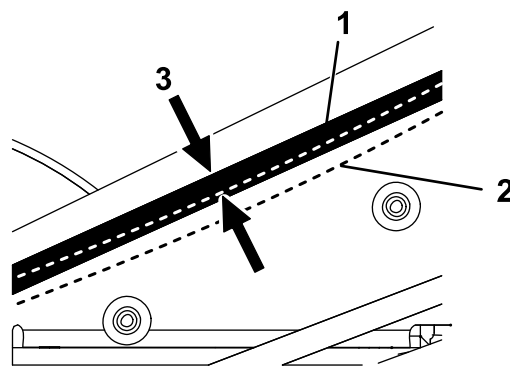

Figure 24
4. Appuyez sur la courroie pour vérifier la tension. Vous devriez obtenir une flèche d'environ 5,6 mm (0,22 po) en exerçant une force de 2,9 kg (6,5 lb) (Figure 24).